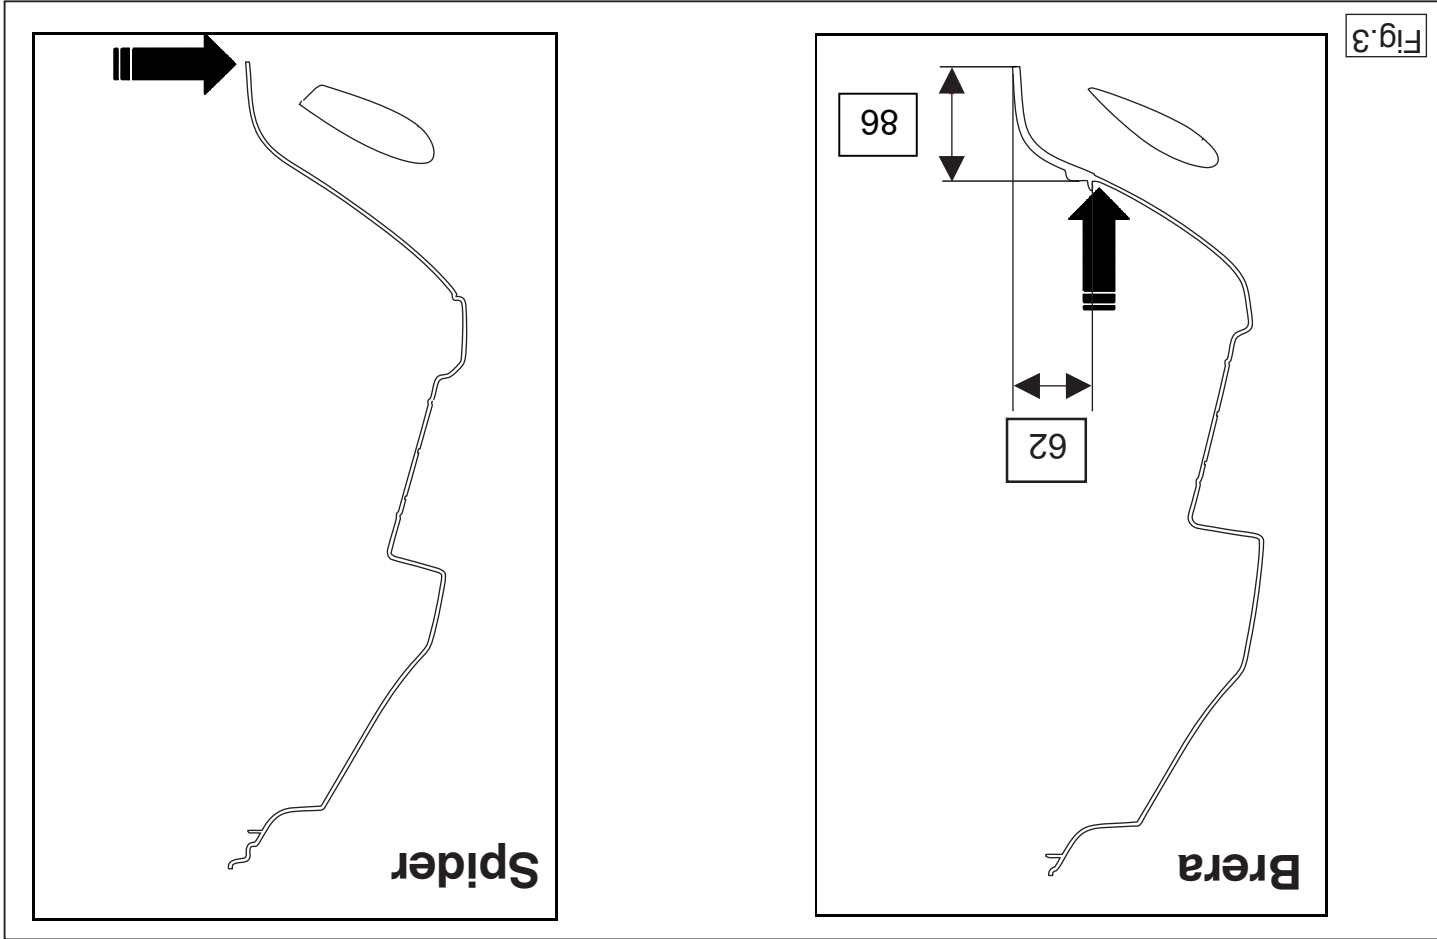

Fig.3
13. Use the template to saw out the indicated section from the bumper (see figure 3). (place the template on the inside of the bumper)
13. Den angegebenen Teil mit Hilfe der Schablone aus der Stoßstange herausschneiden. (Siehe Abbildung 3.) (Schablone innen auf der Stoßstange anlegen)